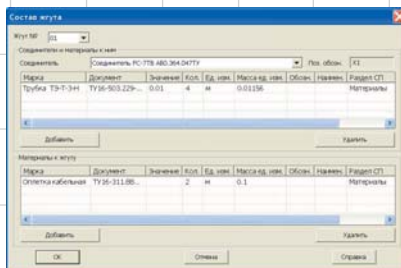

Рис. 6
12. Необходимо выбрать вспомогательные материалы — изоляционные трубки, оплетки, нитки, лакоткань и т.п., которые используются при изготовлении кабелей и жгутов (рис. 6). Причем конструктор может выбирать те разделы спецификации, куда будет записываться материал, например изоляционные трубки могут вводиться как «Материалы», а могут и как единичные бесчертежные детали.